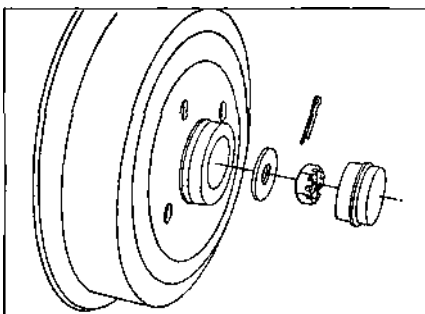

Рис. 5.36.
- снять защитный колпачок со ступицы, извлечь шплинт (предварительно выпрямив его концы) из отверстия цапфы, открутить гайку ступицы и снять стопорную шайбу (рис. 5.36);